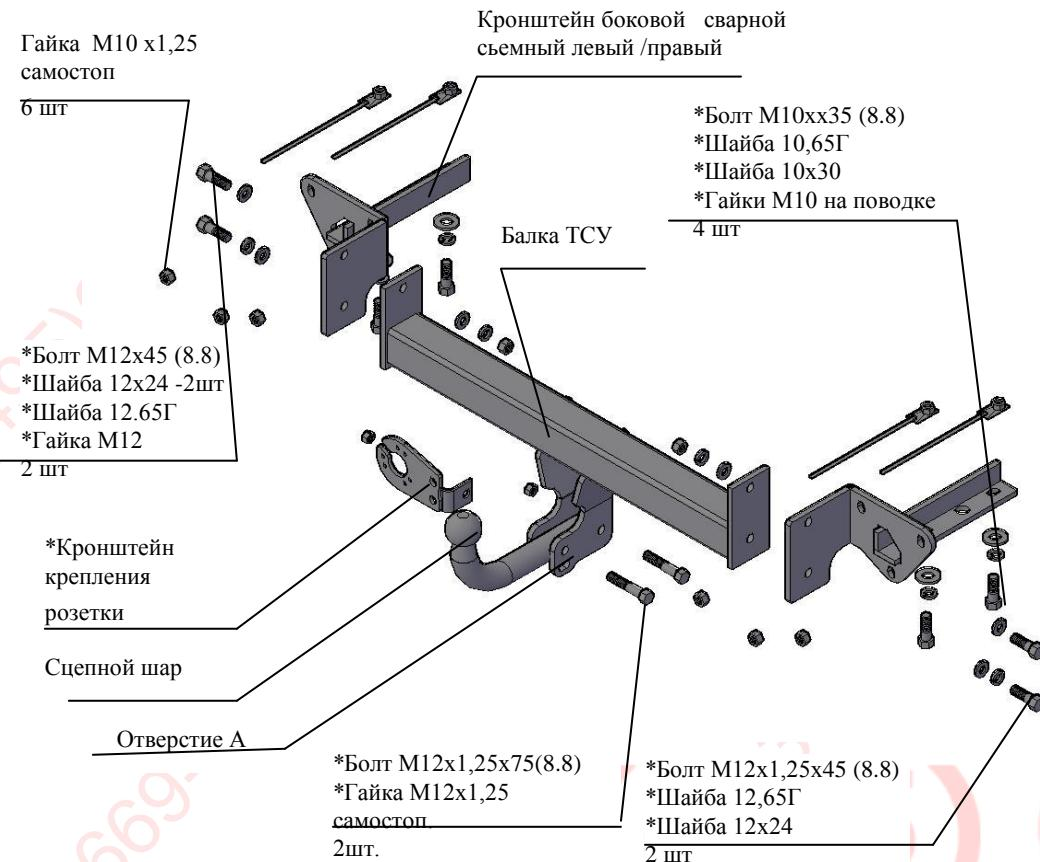

Рис.1 Тягово-сцепное устройство 8500 .
2.1 ТСУ 8500. в сборе (рис.1)	1 шт.
2.2 Пакет с комплектующими (см. рис.1)	1 шт.
4.2 Установить боковые сварные съемные кронштейны в лонжероны а/м (правый и левый соответственно рис.1), закрепить болтами M10х35, подложив под головки болтов шайбы 10,65Г и шайбы 10x30, используя гайки M10 на поводках, а к фартуку а/м закрепить гайками M10x1,25 самостоп, используя болты штатные. Крепеж не затягивать.